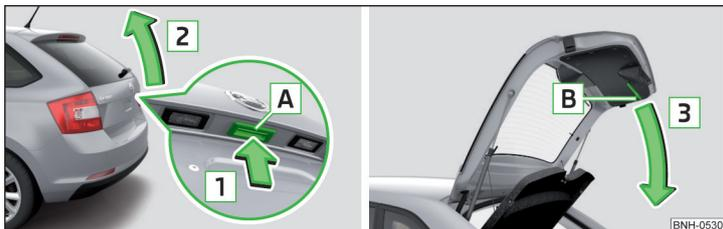

Fig. 36 Abrir/cerrar la tapa del maletero
- > Para abrir la tecla **A** presionar en el sentido de la flecha **1** » fig. 36.
Se desactiva la tecla **A** » fig. 36 cuando se arranca y/o a partir de una velocidad de más de 5 km/h. Después de parar el vehículo y abrir una puerta se volverá a activar la tecla.